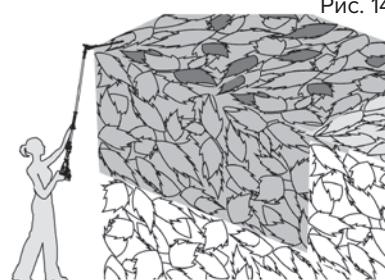

Рис. 14
- Перемещайте лезвие вправо и влево, двигаясь вдоль живой изгороди (рис. 14).